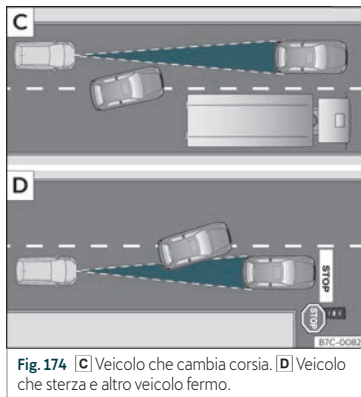

Fig. 174 **C** Veicolo che cambia corsia. **D** Veicolo che sterza e altro veicolo fermo.
- Veicoli che cambiano corsia sulla quale state circolando a breve distanza dal vostro veicolo >>> **fig. 174 C**.
l'ACC potrebbe non reagire a veicoli fermi. Se, ad esempio, un veicolo rilevato dall'ACC effettua una svolta o si sposta e di fronte ad esso si trova un veicolo fermo, l'ACC non reagirà a tale veicolo >>> **fig. 174 [D]**.